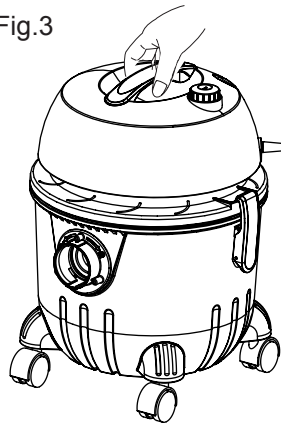

Fig.4
- Para hacer uso del parking vertical sitúe el aparato en posición vertical (apoyándolo sobre el suelo por la parte trasera del aparato) ancle el gancho del tubo rígido en el enganche que se encuentra en la parte inferior del aparato. (Fig.4).